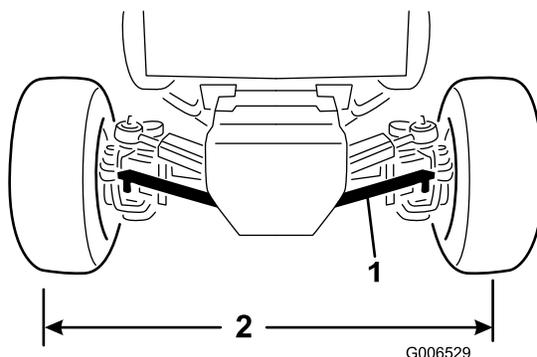

Figura 59
2. Togliete i dadi che fissano un giunto sferico del tirante alla staffa di montaggio dell'assale e scollegate il giunto dall'assale (Figura 59).
4. Ruotate il giunto sferico del tirante verso l'interno o verso l'esterno finché la distanza da centro a centro sulla parte anteriore e posteriore delle ruote posteriori non è identica (Figura 59).